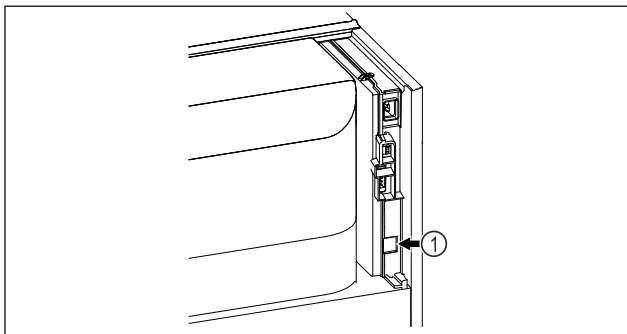

Fig. 179
- Το SmartModule Fig. 179 (1) είναι τοποθετημένο.